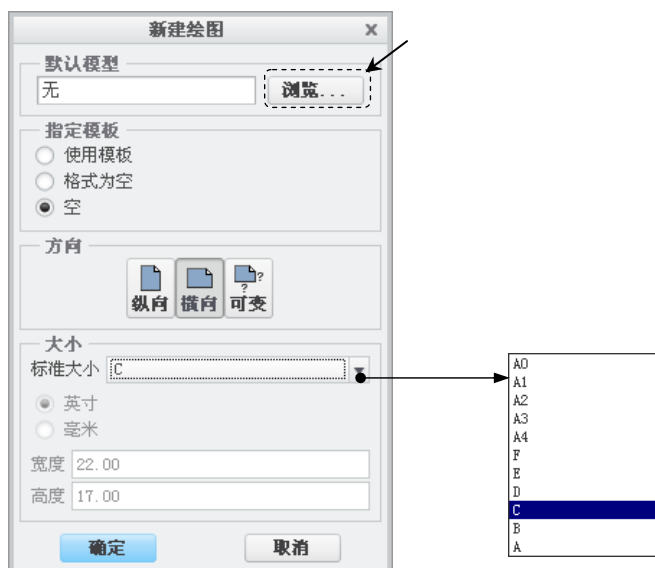

图 6.3.2 “新建绘图”对话框
- (2) 在 **名称** 文本框中输入工程图的文件名, 例如 bracket_drw。
- (3) 取消 ☒ **使用默认模板** 中的“√”号, 不使用默认的模板。
(4) 单击该对话框中的 **确定** 按钮。
Step3. 选取适当的工程图模板或图框格式。在系统弹出的“新建绘图”对话框中（图 6.3.2），进行下列操作。
如果选中其中的 **空** 单选项，需进行下列操作（图 6.3.2）：
如果选中 **格式为空** 单选项，需进行下列操作（图 6.3.2 和图 6.3.4）：
如果选中 **使用模板** 单选项，需进行下列操作（见图 6.3.2 和图 6.3.5）：
(2) 如果在图 6.3.2 所示的“新建绘图”对话框中没有默认模型，也没有选取模型，那么在执行 **插入普通视图...** 命令后，系统会弹出一个文件“打开”对话框，让用户选择一个三维模型来创建其工程图。